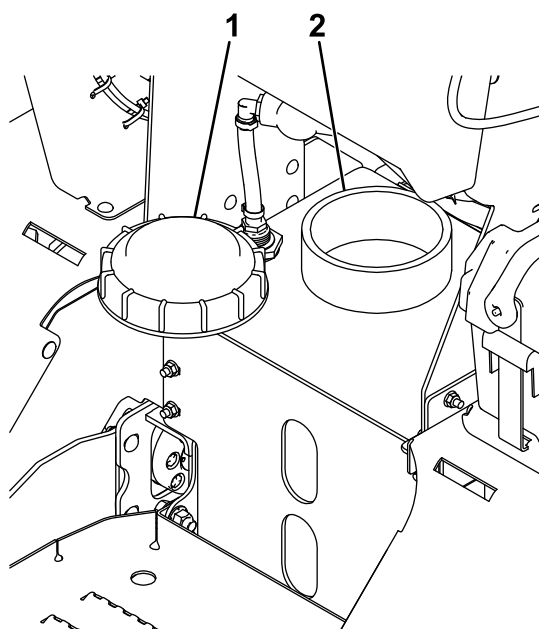

Bild 13
1. Reinigen Sie den Bereich um den Tankdeckel (Bild 13).